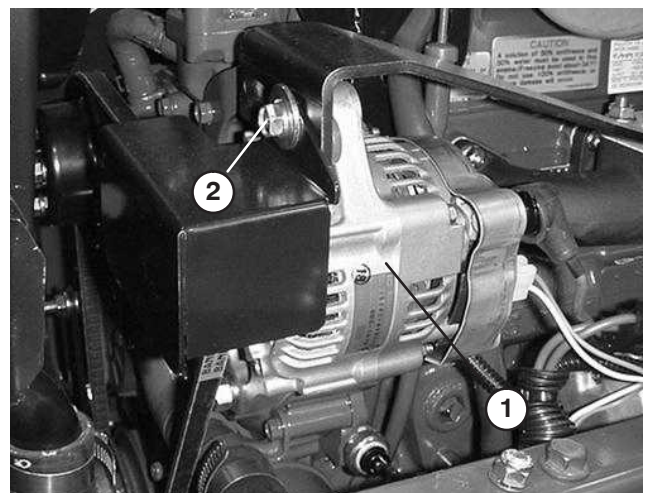

Bild 54
2. Bei einer einwandfreien Spannung lässt sich der Riemen 10 mm durchbiegen, wenn eine Kraft von 44 N auf halbem Weg zwischen den Riemenscheiben angesetzt wird (Bild 54).